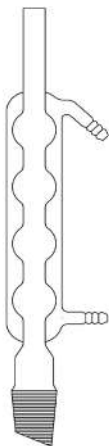

Рис. 87. Холодильник Аллина к экстрактору Сокслета
8. Холодильник Аллина к экстрактору Сокслета (рис. 87) предназначен для экстракции. С его помощью пары растворителя конденсируются, стекают по внутреннему шариковому конденсатору и по широкому выходу возвращаются в экстрактор, а потом и в резервуар с растворителем. Нижний выход пришлифован, чтобы герметично вставляться в экстрактор. Верхний выход открыт, через него